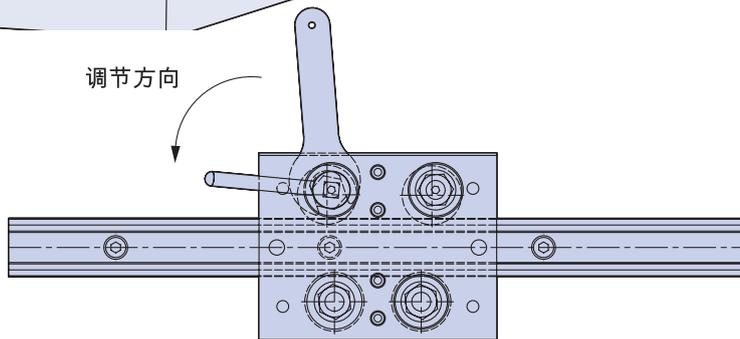

图 5.4 轴承调节的方向。
5.4 承载滑座上用于必要的偏心轴承调节旋转的偏移孔如图 5.4 中的箭头方向所指。更多信息,请参见 58 PRT2 目录。